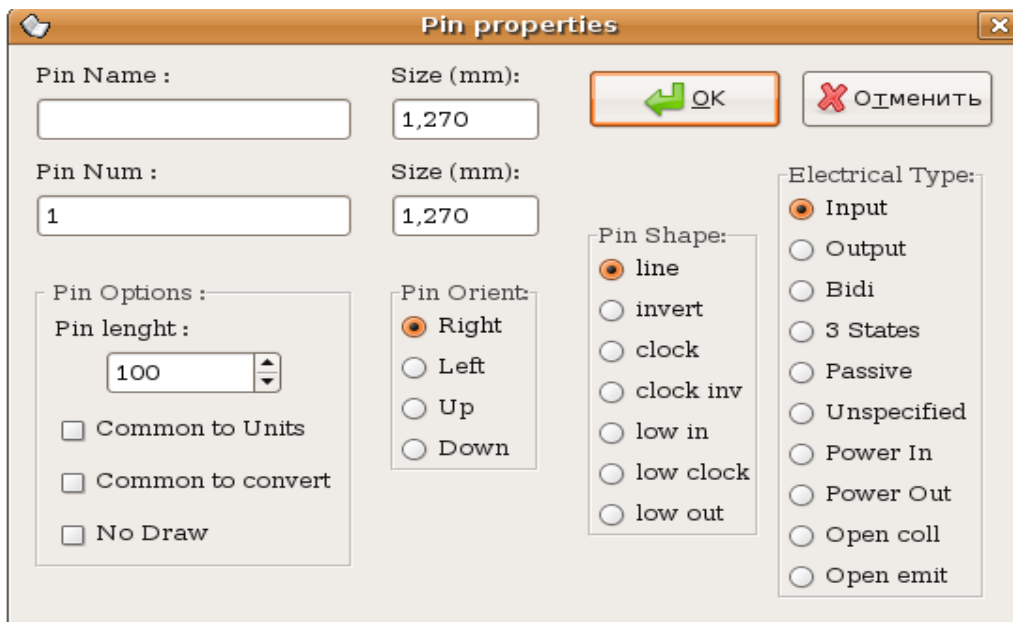

Рисунок 3 — Диалоговое окно: свойства вывода
- Добавить контакт  в появившемся диалоговом окне (рисунок 3) установить параметры: